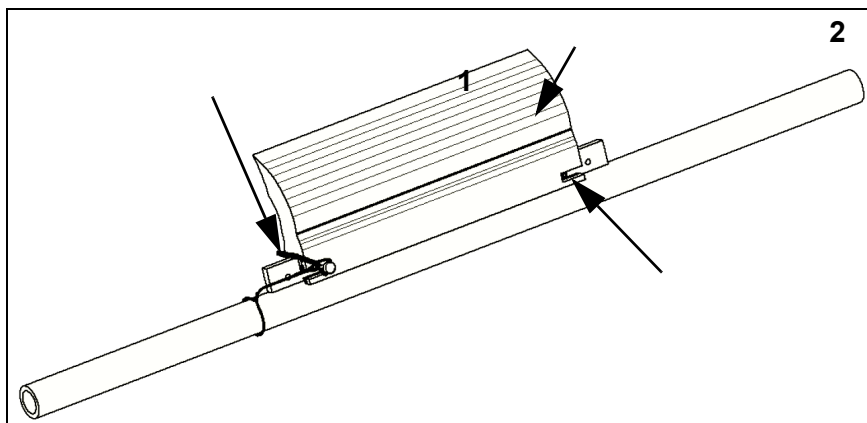

fig. 3: Instalar el rascador previo
- Para ello, abrir y sacar la abrazadera de seguridad (1, fig. 3).
- A continuación, sacar la hoja rascadora (2, fig. 3) del pasador de sujeción (3, fig. 3).